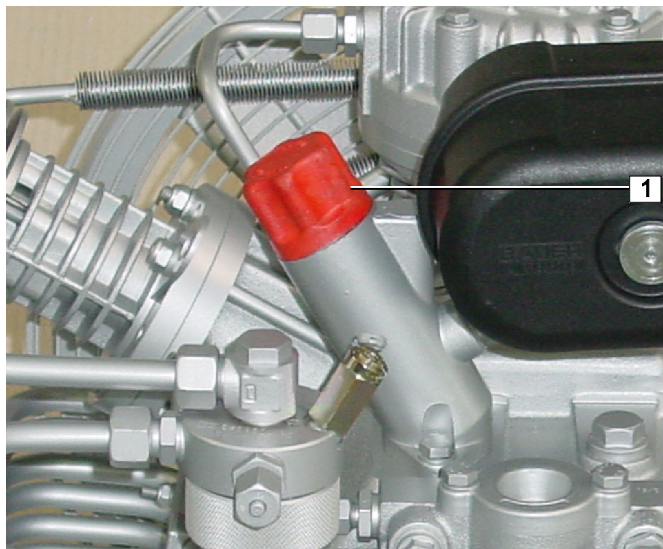

Рис. 29 Маслоналивная горловина
- Отвинтите красный пластиковый колпачок маслоналивной горловины (1, Рис. 29) на картере.